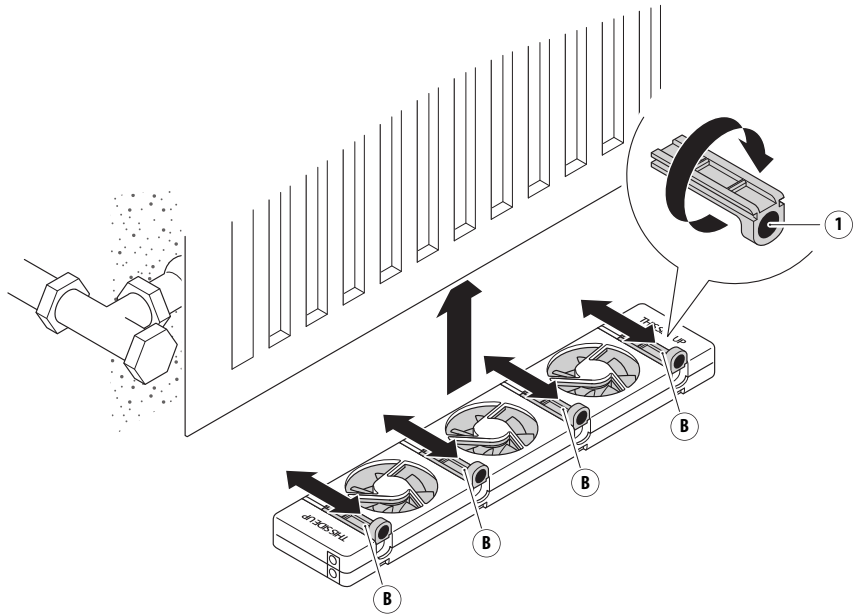

Abb. 5 – Befestigen des SpeedComfort (A) an einem Einplattenheizkörper.
1. Positionieren Sie die **verstellbaren Magnete (B)** so, dass sich alle vier **Magnete (1)** auf derselben Seite befinden und nach oben zeigen. Entfernen Sie den Block, der sich gegenüber den **verstellbaren Magneten** im Gehäuse befindet, und entsorgen Sie ihn als Kunststoffabfall.
2. Führen Sie die gleichen Schritte 1 und 2 wie beim breiten Heizkörper aus. Verwenden Sie die verstellbaren **Magnete (B)**, um den **SpeedComfort (A)** an der Rückseite des Einplattenheizkörpers zu befestigen (siehe Abb. 5).